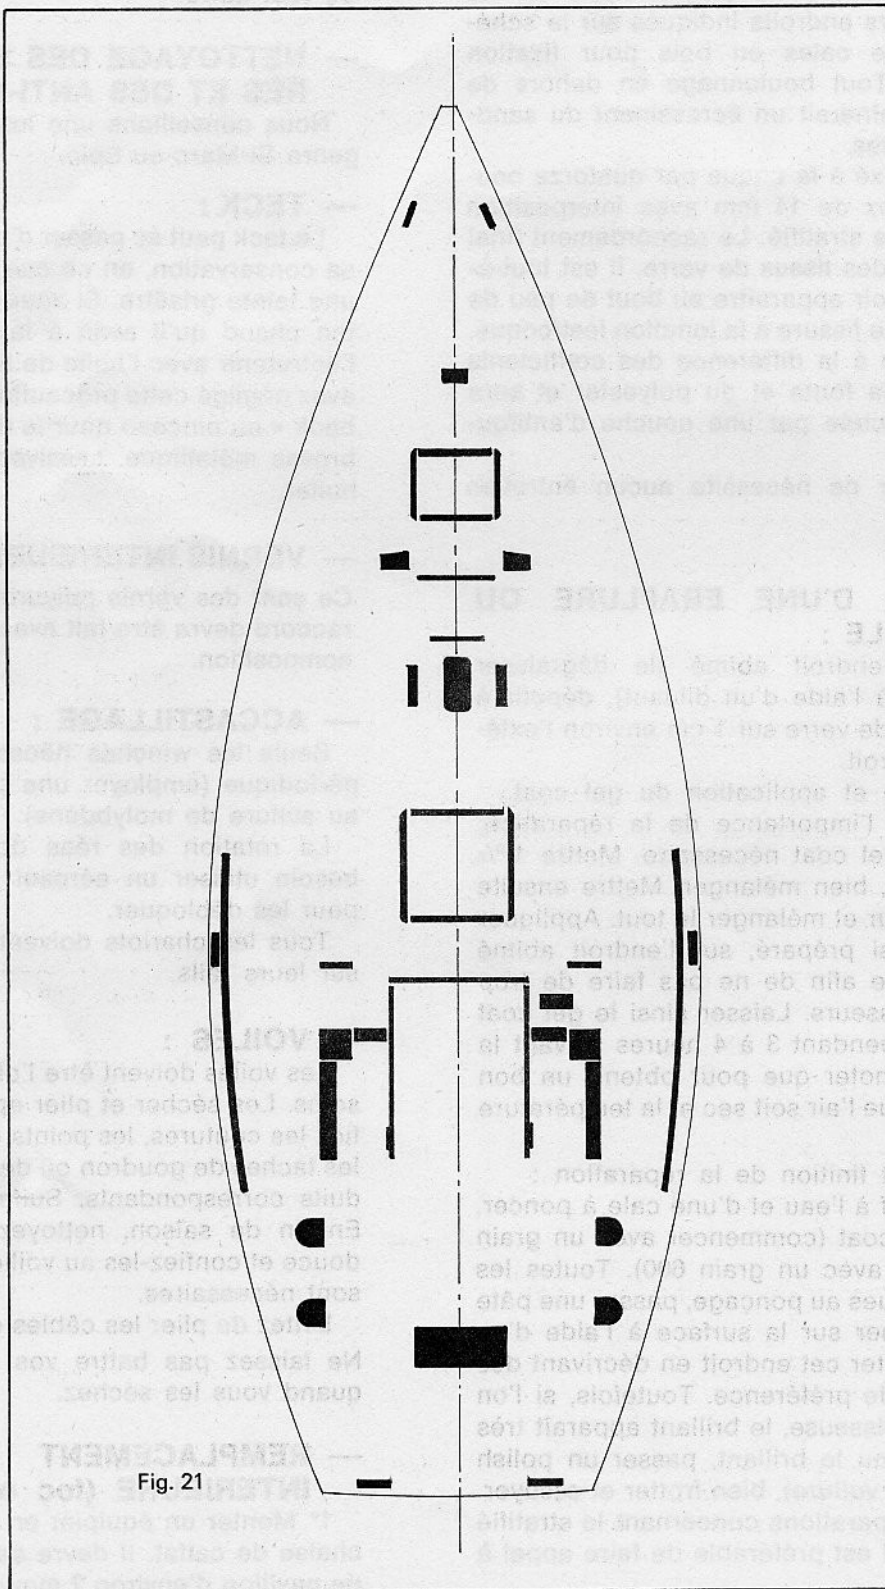

Fig. 21
- Le pont est traité suivant une technique identique mais en interposition entre moule et contre-moule d'une mousse de polyuréthane ou de balsa, et à divers endroits indiqués sur le schéma (fig. 21) de cales en bois pour fixation d'accessoires. Tout boulonnage en dehors de ces zones entraînerait un écrasement du sandwich et des fuites.